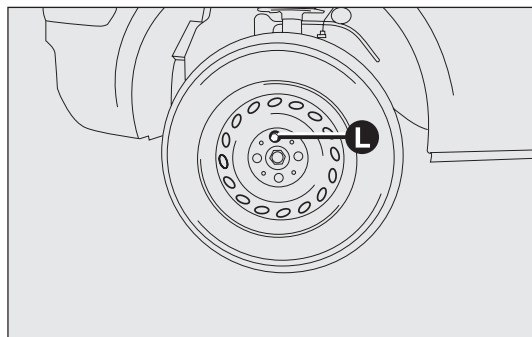

fig. 128
- monter la roue normale en introduisant le premier boulon L-fig. 128 dans le trou le plus proche de la valve de gonflage ;